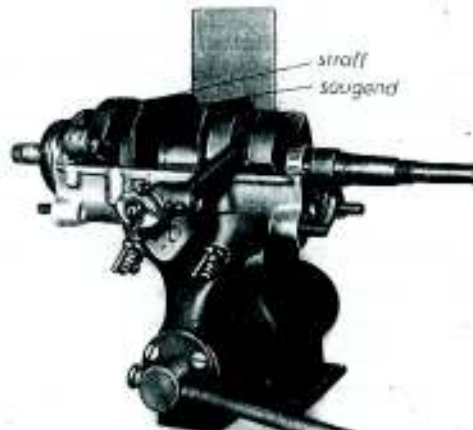

Bild 50. Vermitteln der Kurbelwelle
7. Die Kurbelwelle wird nun so vermittelt, daß sich die Vorrichtung hierzu, die man zwischen Hubscheibe und Mittellager einführt, am magnetseitigen Wellenstumpf saugend wieder entfernen läßt. Die gleiche Vorrichtung muß sich jedoch an der Abtriebsseite straff entfernen lassen (Bild 50).